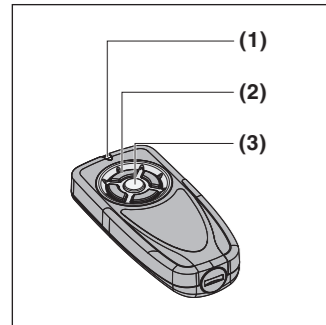

Fig. 1
2 Gerätebeschreibung (Fig. 1)
4.2 Den Handsender verwenden (Fig. 1)
2 Description de l'appareil (fig. 1)
4.2 Utilisation de l'émetteur (fig. 1)